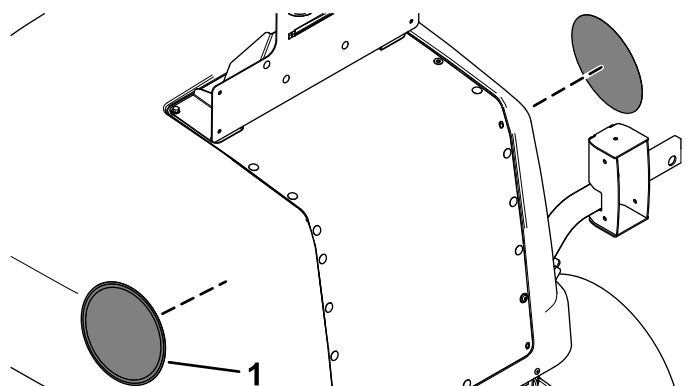

Figura 27
15. Instale o autocolante de velocidade em ambos os lados do capot (Figura 27).